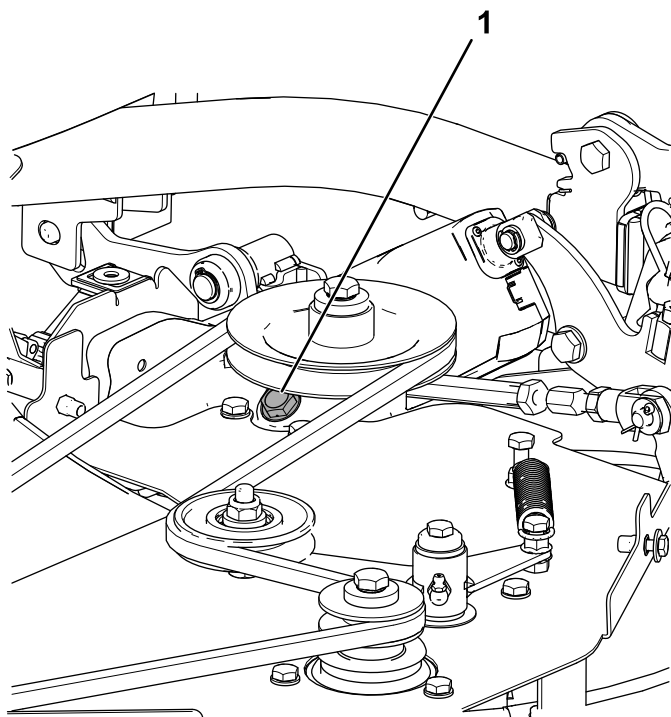

Bild 94
1. Entfernen Sie den Stecker des Getriebes der Schneideinheit (Bild 94).
3. Bauen Sie den Stecker in das Getriebe der Schneideinheit ein (Bild 94).
1. Entfernen Sie die Verschlusschraube vom Getriebe der Schneideinheit (Bild 94).